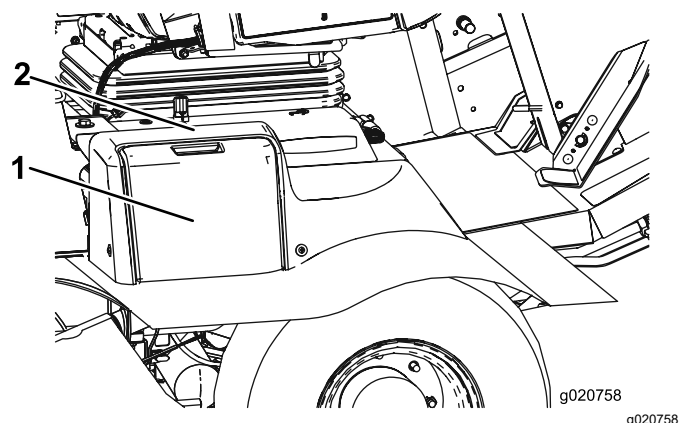

Figure 61
1. Ouvrez le couvercle de la batterie sur le côté du carénage (Figure 61).
**Remarque:** Appuyez sur la surface plate au-dessus du couvercle de batterie pour faciliter la dépose du couvercle (Figure 61).